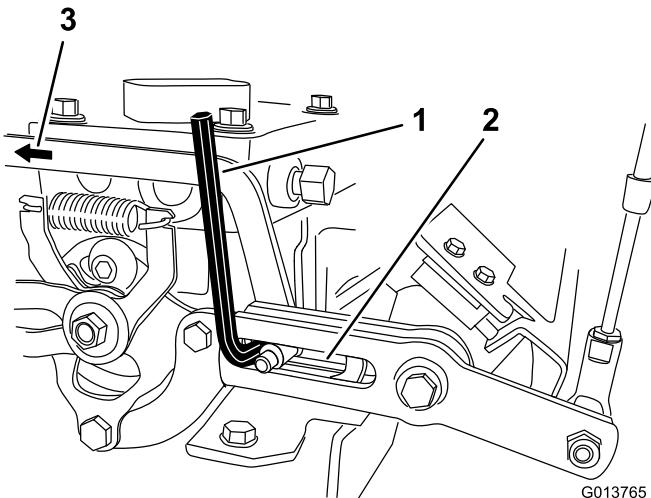
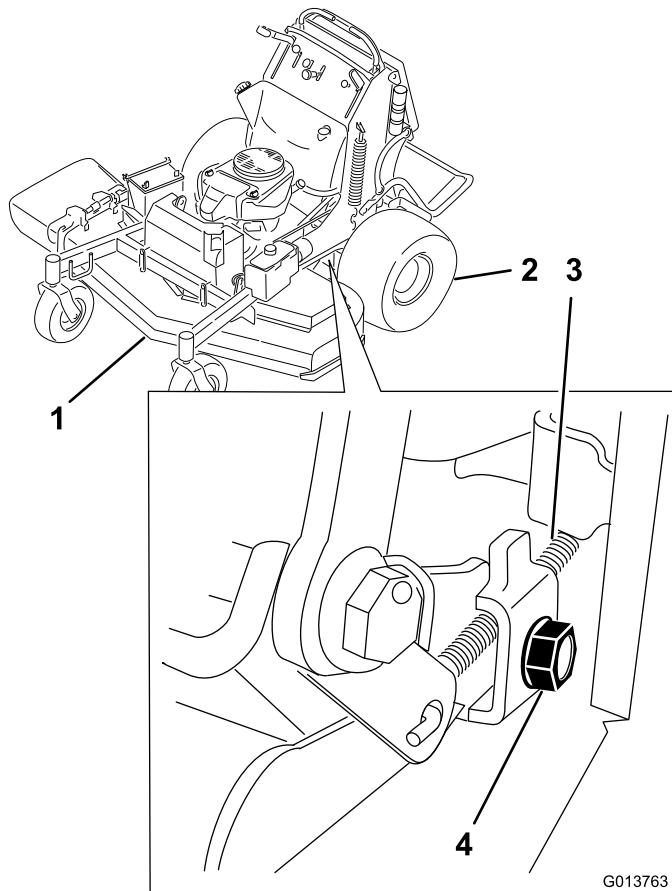

Figure 9
Figure 10
2. Veillez à desserrer le collier qui fixe la gaine du câble de commande de vitesse à la patte du dispositif de changement de vitesse (Figure 10).
5. Dans les roulements de la timonerie de commande de vitesse gauche, insérez une clé Allen de 7/32 dans les fentes de la fourche et du bras de commande (Figure 9).
6. Poussez la timonerie de commande en avant et serrez le collier qui fixe la gaine du câble de commande de vitesse au support du dispositif de changement de vitesse (Figure 9 et Figure 10).